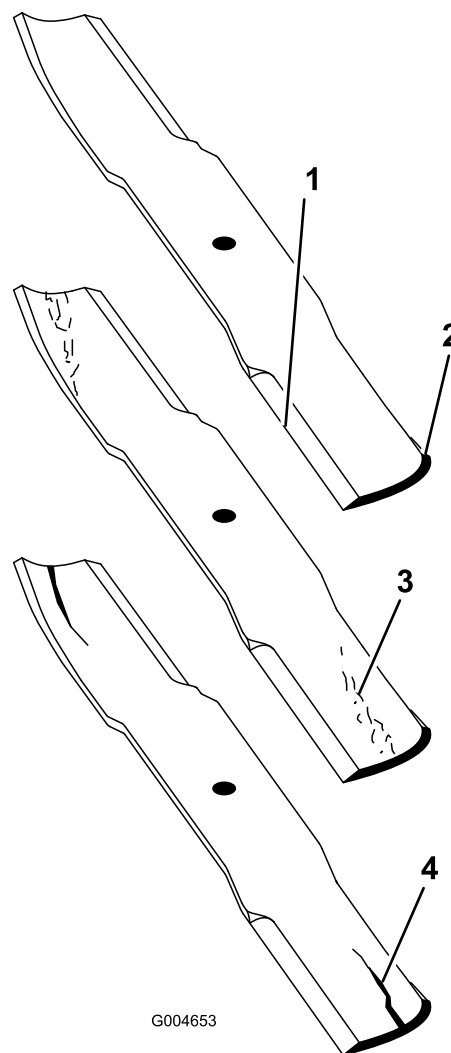

Рисунок 103
2. Осторожно проверьте режущие кромки ножей, особенно в точке соединения плоской и изогнутой частей ножа (Рисунок 103).
**Примечание:** Так как песок и абразивные материалы могут вызвать износ металла, соединяющего плоскую и изогнутую части ножа, проверьте нож перед использованием газонокосилки. При обнаружении износа (Рисунок 103) замените нож.